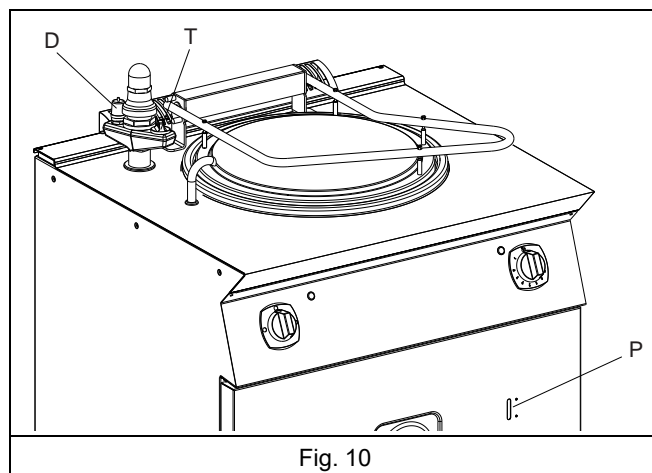

Fig. 10
Se Fig. 10.
genom att du trycker på luftventilen "D" (se Fig. 10). Detta garanterar ett optimalt tryck inuti manteln (bättre matlagingsresultat och energibesparing), eftersom luften i manteln släpps ut.
1. Töm och rengör grytan genom att öppna tömningsventilen "B" (se Fig. 10).